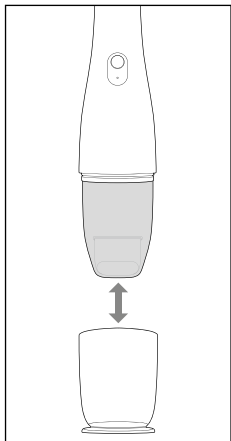

Abb. 4
1. Halten Sie das Gerät am Handgriff **9** und ziehen Sie die Verschlusskappe **1** vom Gerät ab (siehe Abb. 4).
5. Stecken Sie die Verschlusskappe **1** auf das Gerät (siehe Abb. 4).